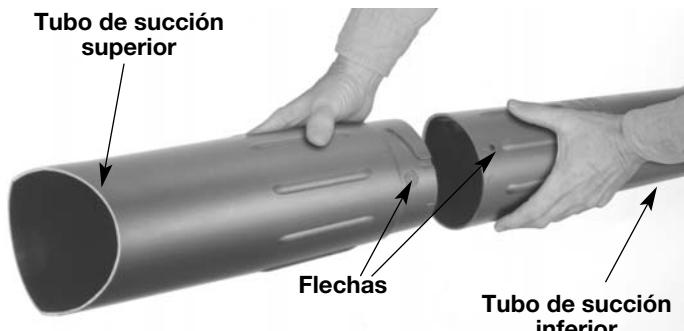

Fig.2
- Alinee la flecha del tubo de succión inferior con la flecha del tubo de succión superior (Fig. 2).